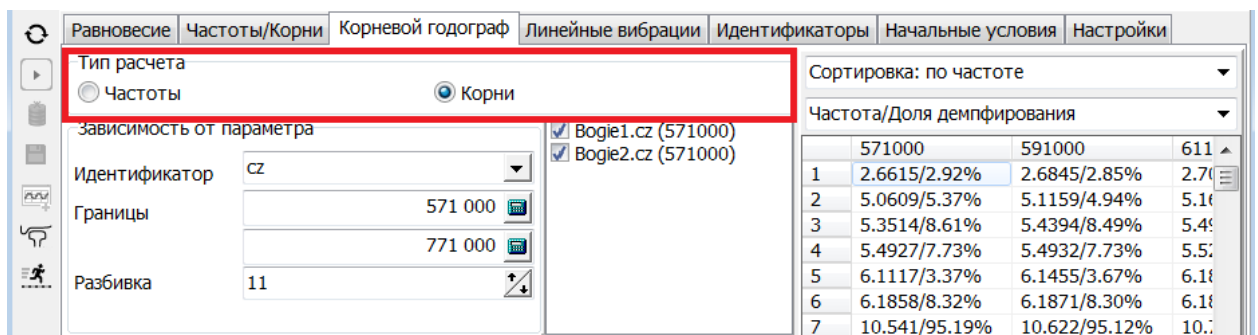

Рис. 4.150. Задание типа расчета – корневой годограф
- Для расчета корневых годографов (зависимость собственных значений от параметра) установите тип расчета **Корни**, рис. 4.150.
- Выполните расчет с помощью кнопки . Полный список рассчитанных СЗ при различных значениях параметров указывается в виде таблицы в правой части окна, рис. 4.150.